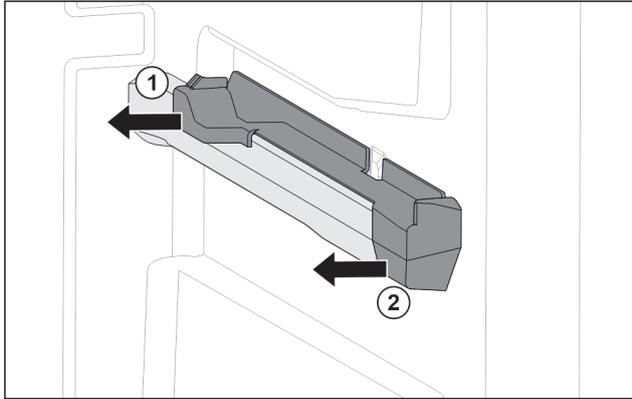

Fig. 71 Elemento inseribile sulla nervatura destra del contenitore
- ▶ Estrarre l'elemento inseribile dal lato posteriore di lato. Fig. 71 (1)
- ▶ Estrarre l'elemento inseribile dal lato anteriore di lato. Fig. 71 (2)